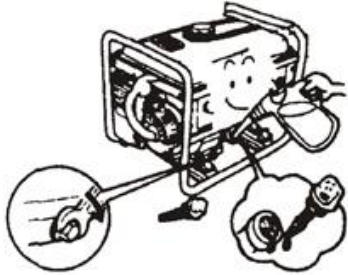

Рис. 49
8.5 Встановлюйте пробку злива мастила на своє місце, налейте свіже мастило в картер до рівня верхньої граничної мітки масляного щупу, потім встановіть ковпачок масляного фільтра в первісну позицію (Рис. 49).